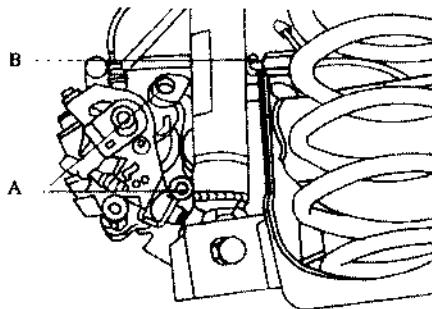
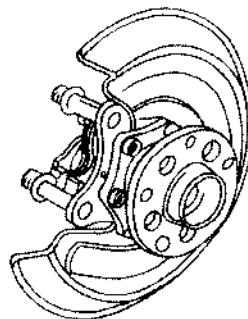

图 7.42 松开螺栓 A
图 7.43 将车轮轴承与挡板一同拆下
- ① 松开车轮螺栓。
- ② 举起车。
- ③ 拆下车轮。
- ④ 松开螺栓 A，如图 7.42 所示。用金属线将制动钳壳体捆到车身上。
- ⑤ 拆下转速传感器卡夹。
- ⑥ 用专用工具 80-200 从车轮轴承总成上撬下转速传感器。
- ⑦ 拧下车轮总成上的内六角螺栓，将车轮轴承与挡板一同拆下，如图 7.43 所示。